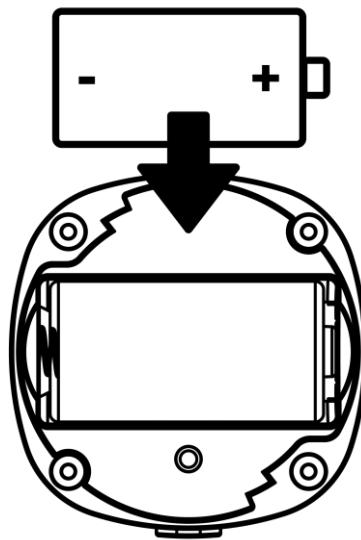

Рисунок 10: Ориентация батарейки при вставке в датчик дыма
- при замене батарейки следует соблюдать полярность (см. рис. 10 далее).